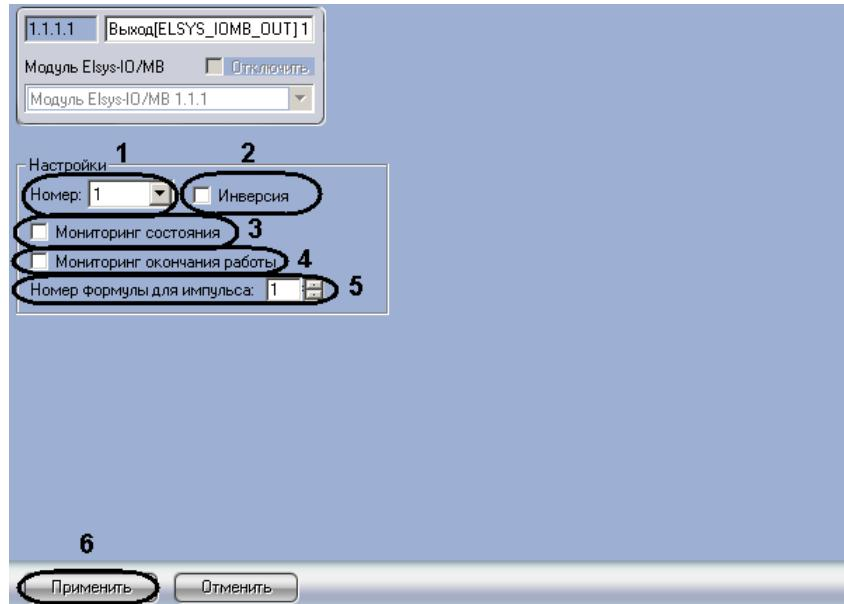

Рис. 3.4-6 Панель настроек объекта Выход
- Перейти на панель настроек объекта **Выход** (Рис. 3.4-6).
- Из раскрывающегося списка **Номер**: выбрать адрес выходного реле (см. Рис. 3.4-6, 1).
- Установить флагок **Инверсия** для включения нормально-замкнутого режима работы выходного реле (см. Рис. 3.4-6, 2).
5. Для того чтобы в протоколе событий регистрировались сообщения об изменениях состояния выходного, необходимо установить флажок **Мониторинг состояния** (см. Рис. 3.4-6, 3).
6. Для того чтобы в протоколе событий регистрировались сообщения об окончании работы выходного реле по формуле, необходимо установить флажок **Мониторинг окончания работы** (см. Рис. 3.4-6, 4).
7. Для запуска работы выходного реле по формуле выхода необходимо в поле **Номер формулы для импульса** установить с помощью кнопок **вверх-вниз** значение равное значению поля **№** необходимой формулы выхода (см. раздел 3.3.3.2 данной документации, Рис. 3.4-6, 5).
8. Для сохранения изменений необходимо нажать кнопку **Применить** (см. Рис. 3.4-6, 6).